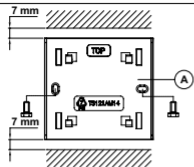

Fig 3.
- b. an der Wand mit den mitgelieferten Schrauben und Dübeln (Abb. 3);